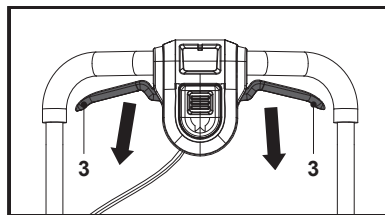

Fig. 18
Eliberează manetele de pornire (3) pentru a opri motorul și cuțitul (22) (fig. 18).